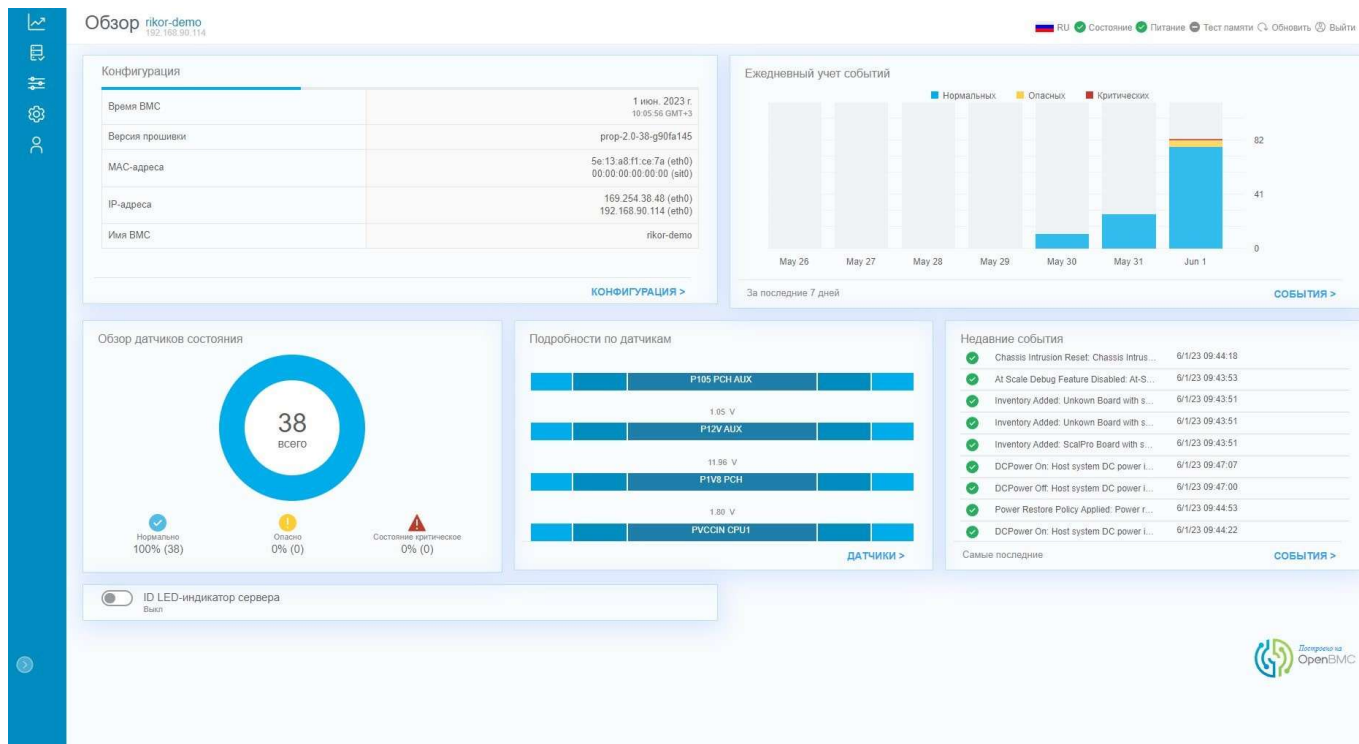

Рисунок 5 – Окно интерфейса, панель навигации свёрнута
- Можно свернуть нажатием левой кнопкой мыши на пиктограмму  в нижней части панели (Рисунок 5).